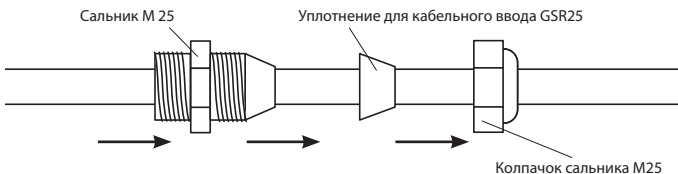

Рис. 1
5.1.1. Надеть на нагревательный кабель последовательно колпачок сальника M25 (в состав комплекта не входит), уплотнение GSR 25 и сальник M25 (в состав комплекта не входит) (см. рис. 1).